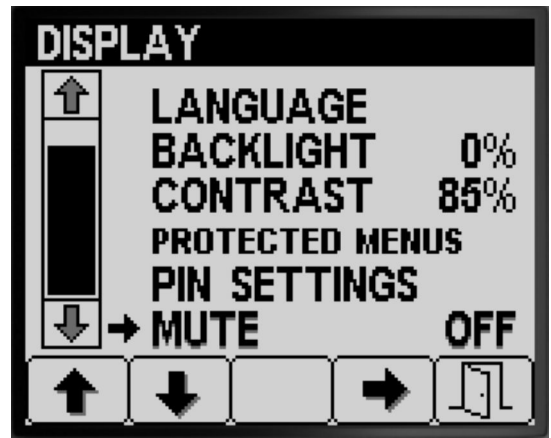

图 31
2. 按 4 号按钮可 ON 打开或 OFF 关闭音频指示图标 图 31。
3. 按 5 号按钮可保存设置退出 MUTE 静音屏幕然后返回至 SETTING 设置屏幕 图 31。